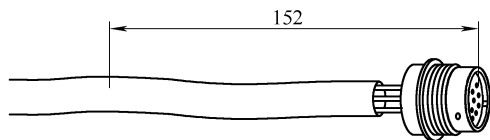

图6-73 从插头向后测量152mm剪去导线外皮
(1) 触针更换 此种类型插头触针不能维修或更换, 插头必须整体更换。
(2) 插头更换
① 从插头正面向后测量152mm, 剪去导线外层保护皮, 如图6-73所示。